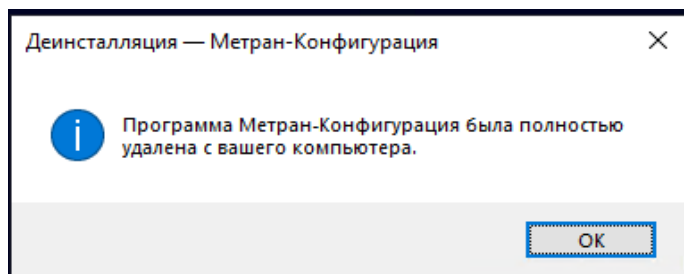

Рис. 17 Окно деинсталлятора о завершении процесса деинсталляции
- По завершении процесса деинсталляции появится окно завершения процесса (рис. 17).